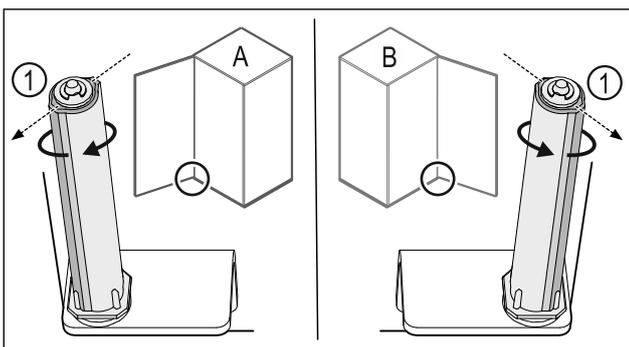

Fig. 30 Linksanschlag (A) / Rechtsanschlag (B)
- ▶ Schließsystem gegen den Widerstand drehen, bis der Steg des Schließsystems Fig. 30 (1) nach außen zeigt.